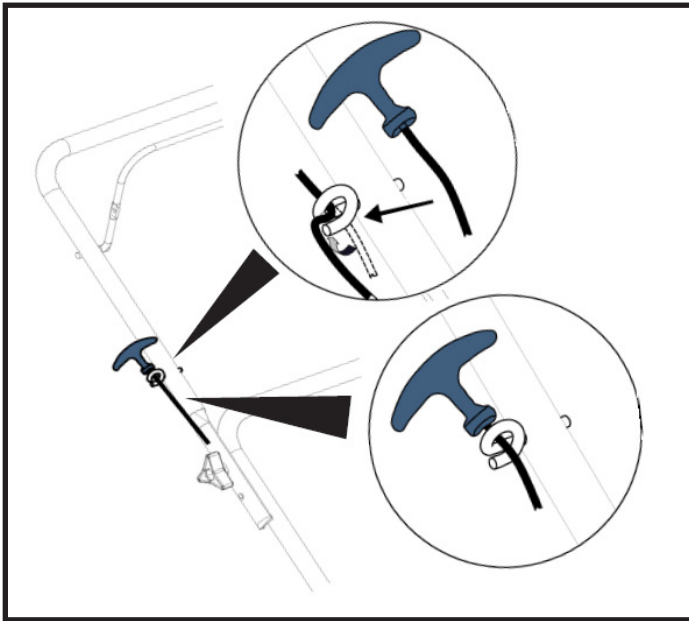

Figure 3-3
3. Placez la corde de démarrage dans le crochet. Voir Figure 3-3.